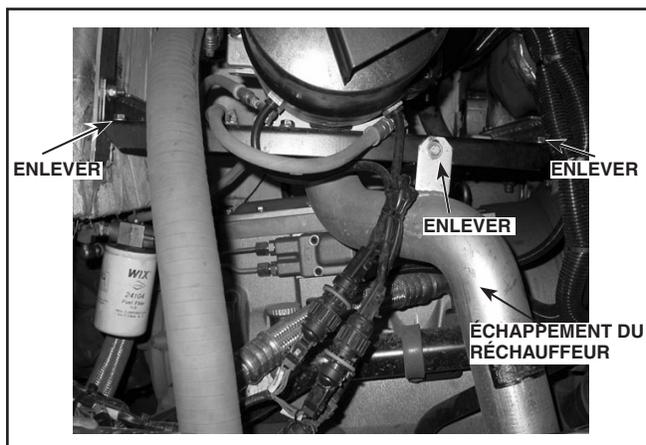

Figure A1 - Réchauffeur auxiliaire sur tiroir coulissant - vue de l'avant
1. Enlever les deux boulons à l'avant du tiroir et desserrer les deux vis à l'arrière du tiroir. Voir Figures A1 et A2.